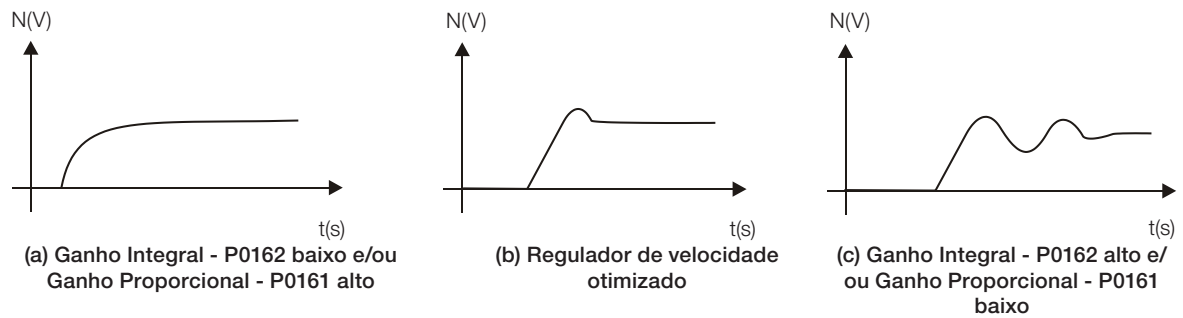

Figura 12.5: (a) a (c) - Tipos de resposta do regulador de velocidade
6. Verifique dentre as opções da Figura 12.5 na página 12-15 qual a forma de onda que melhor representa o sinal lido.
7. Ajuste P0161 e P0162 em função do tipo de resposta apresentada na Figura 12.5 na página 12-15.